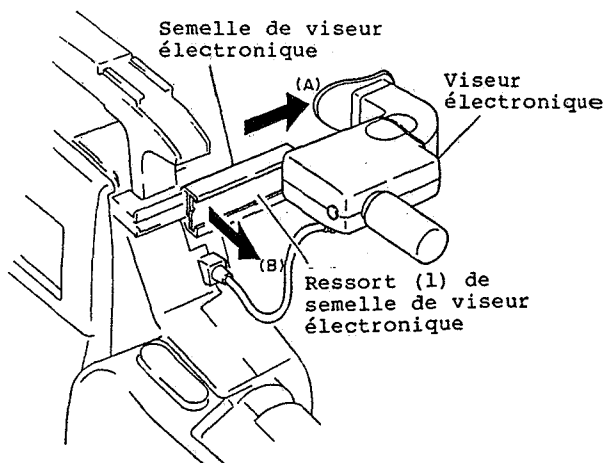
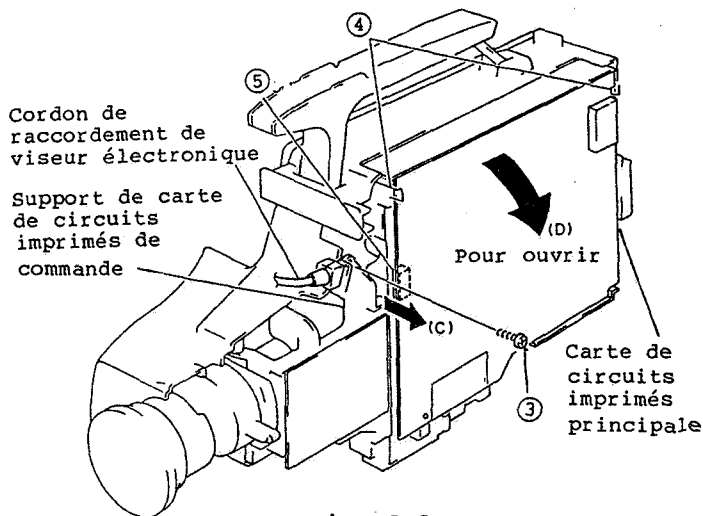

Fig. 2-2
Fig. 2-3
1. Déplacer le viseur électronique en agissant dans la direction indiquée par la flèche (A). (Se reporter à la figure 2-2)
2. Tout en tirant sur le ressort de semelle de viseur électronique (1) en agissant dans la direction indiquée par la flèche (B), retirer le viseur électronique en agissant dans la direction indiquée par la flèche (A).
3. Retirer une (1) vis de fixation et déplacer le châssis de caméra vidéo en agissant dans la direction indiquée par la flèche (C) de façon à pouvoir libérer le câble du viseur électronique. (Se reporter à la figure 2-3)
4. Libérer les deux (2) segments de fixation et relever la carte de circuits imprimés principale en agissant dans la direction indiquée par la flèche (D).
- Ecarter la carte de circuits imprimés principale. (Se reporter à la figure 2-3)